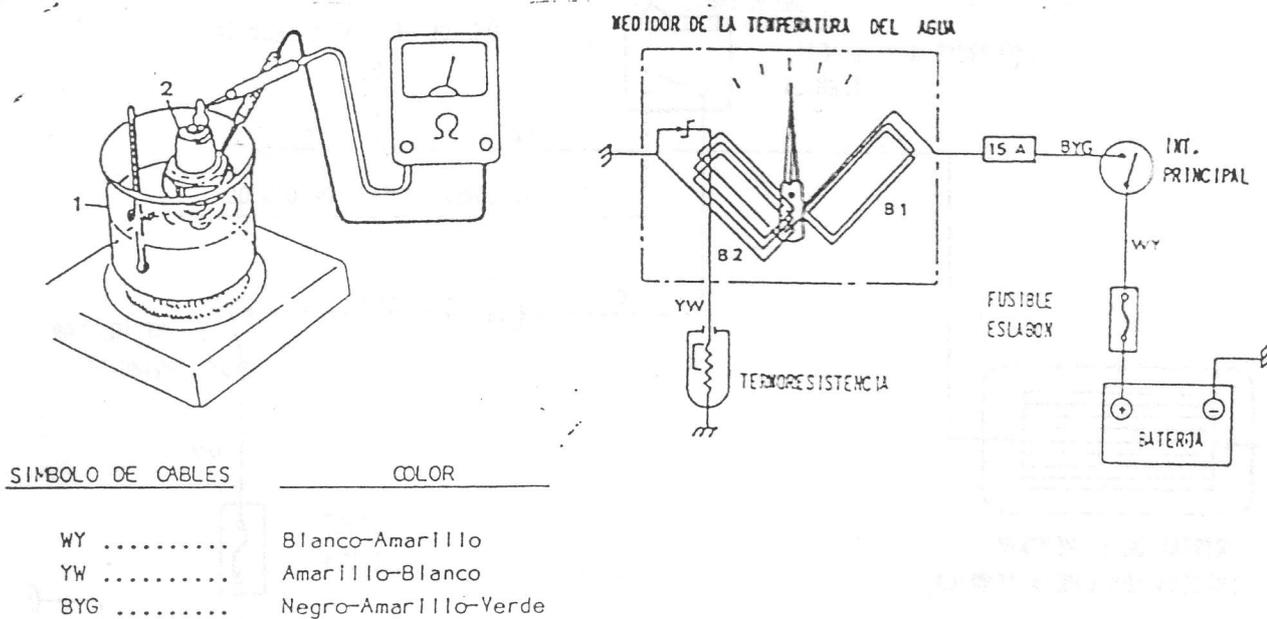

Fig. 21-14
Caliente agua, introduzca la unidad (2) en el recipiente (1), (Fig. 21-14) y haciendo uso de un medidor de resistencia compruebe que la lectura cambia según su temperatura.